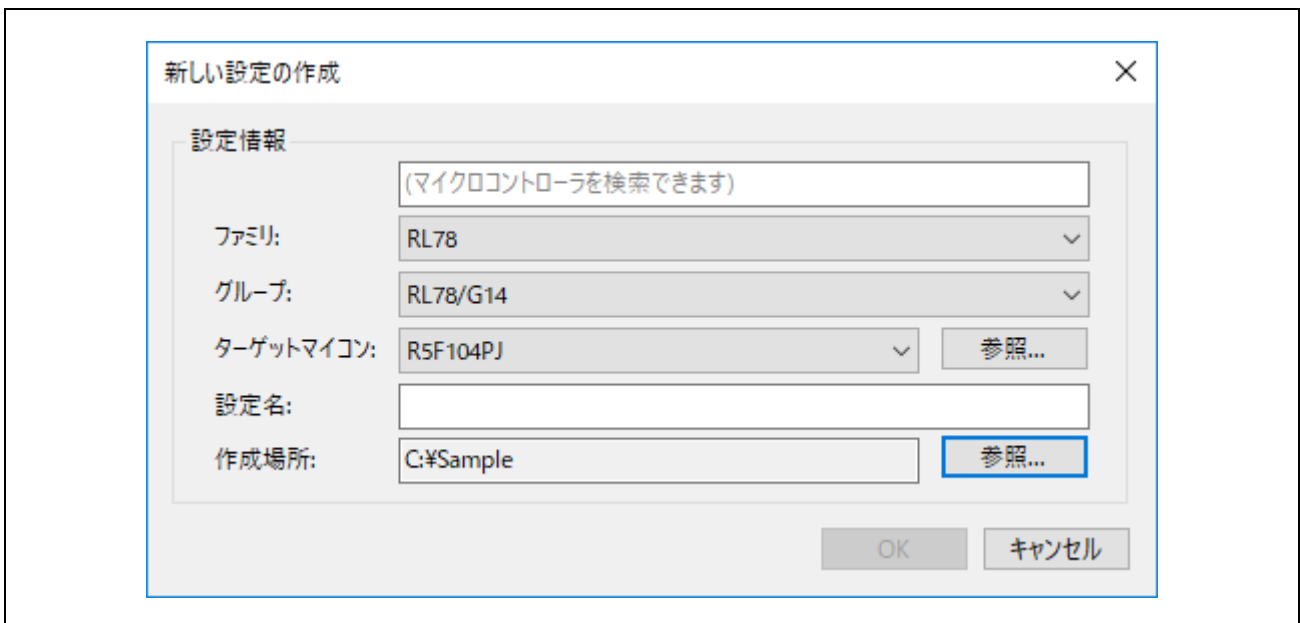

図4.28 新しい設定の作成ダイアログボックス
2. 新規に設定ファイルを作成します。ファミリー、グループ、ターゲットデバイス、設定情報を図4.28 のように設定し、OK ボタンを押します。